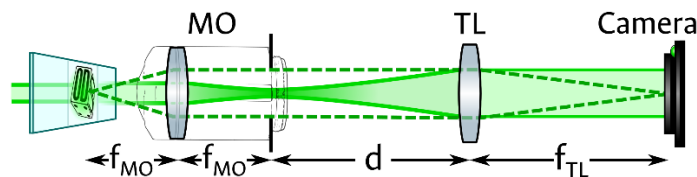

Figura 1. Esquemático óptico de formación de imagen de un microscopio óptico compuesto con iluminación coherente.
- I. La **Figura 1** ilustra el sistema óptico de formación de imagen de un microscopio compuesto moderno operando con iluminación coherente. Asuma que el sistema es configurado con una iluminación plana de $\lambda = 533$ nm de incidencia normal a la muestra, un objetivo de microscopio PLAN 10x/0.25 con lente de tubo de 200 mm, y un sensor digital de referencia Alvium 1800 U-811m (fabricante: *Allied Vision, GmbH*).